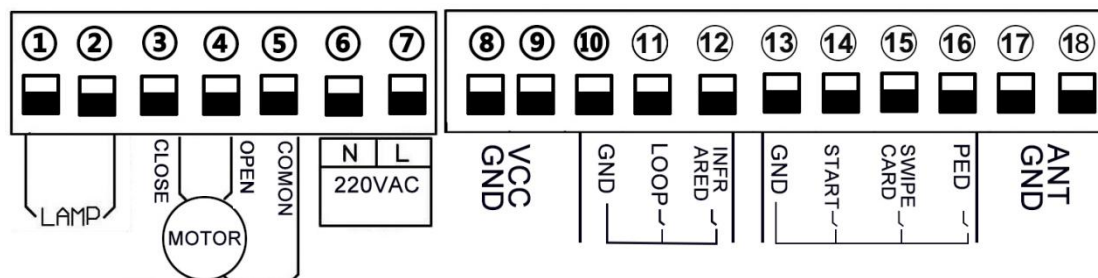

Рис. 8. Подключение питания привода
Подключите провода питания привода на клеммы ⑥ и ⑦ (Рис. 8) и подайте напряжение на привод (при подаче напряжения плата управления издаст звуковой сигнал).